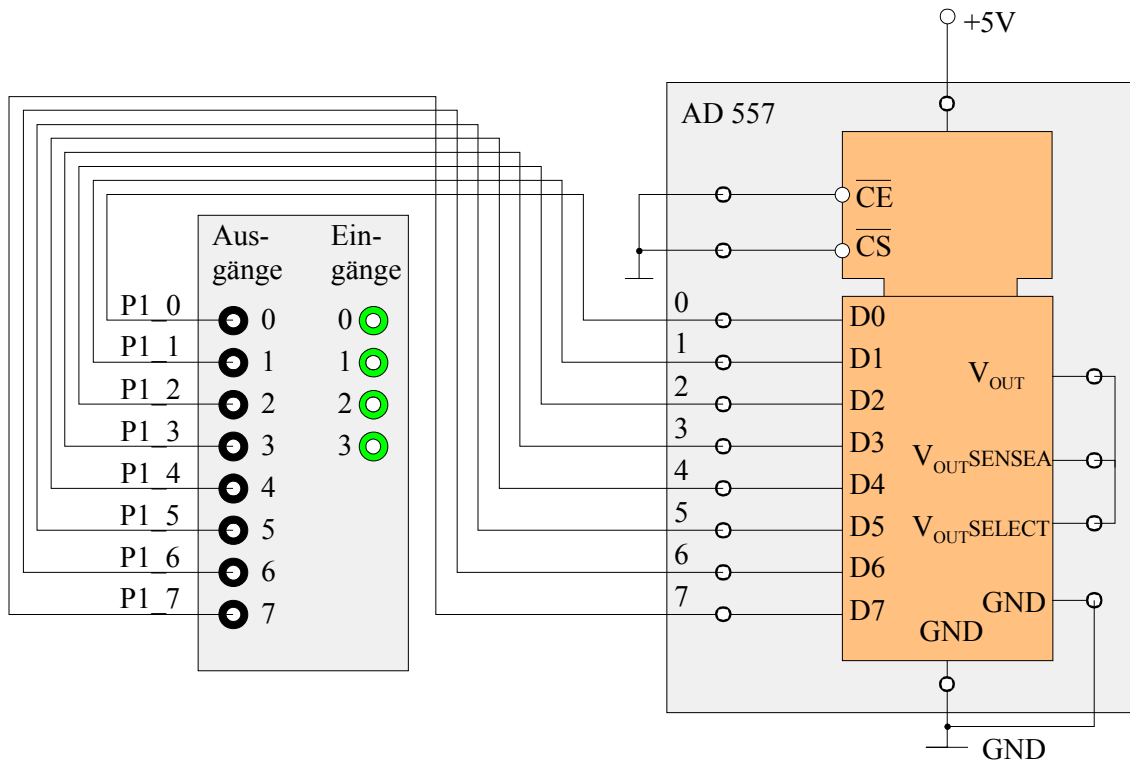

Abb.1: Verdrahtung der Ausgabeleitungen mit der Sieben-Segment-Anzeige
16. Mithilfe eines Oszillographen sind Amplitude und die Frequenz der Rechteckschwingung zu überprüfen (vgl. Abb.1).